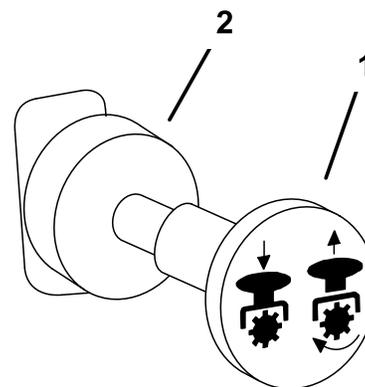

Figura 15
4. Tire del mando de la toma de fuerza (TDF) para engranarla (Figura 15).
Para desengranarla, empuje el mando de la TDF a la posición de DESENGRANADA (Figura 15).